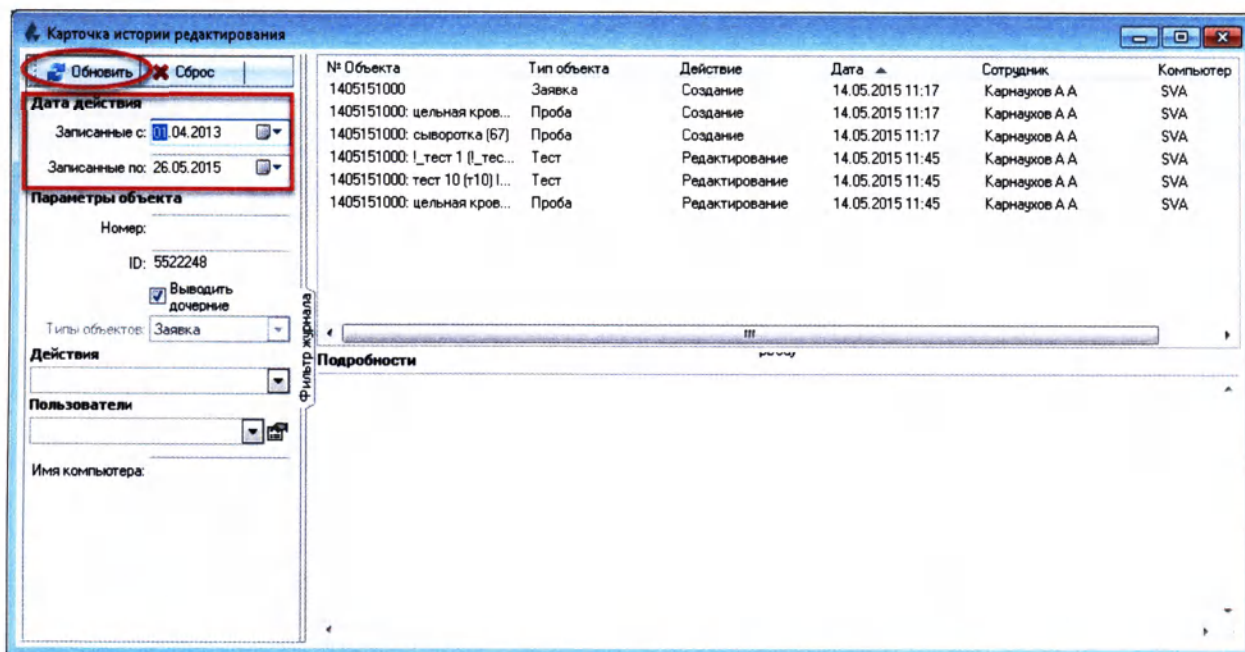

Рисунок 5.45
6. Чтобы найти изменения для одного объекта за определенный промежуток времени, в поле «Дата действия» выставьте необходимые значения и нажмите кнопку «Обновить» (Рисунок 5.45):